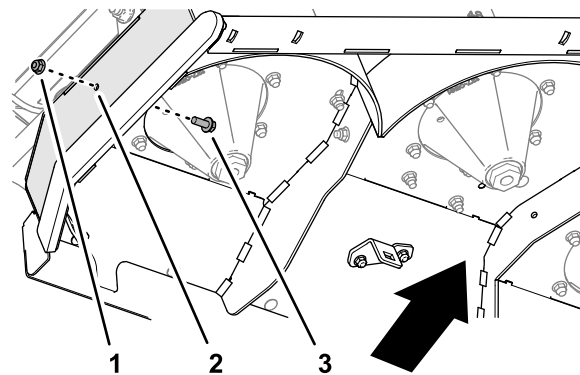

Figura 45
5. Instale un tornillo con arandela prensada ($\frac{3}{8}$ " x 1") en los taladros de 10 mm de la carcasa de corte (Figura 45) y sujete los tornillos con las contratuercas con arandela prensada ($\frac{3}{8}$ ") que retiró en el paso 4.